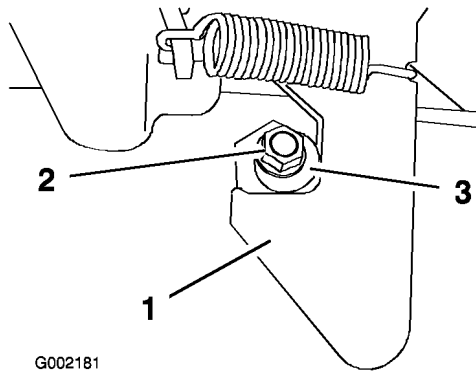

Bild 25
1. Lösen Sie die Mutter am Ende des Verriegelungsposten (Bild 25).
2. Drehen Sie den Verriegelungsposten im Uhrzeigersinn, bis er am Riegel anliegt. Ziehen Sie dann die Mutter fest (Bild 25).